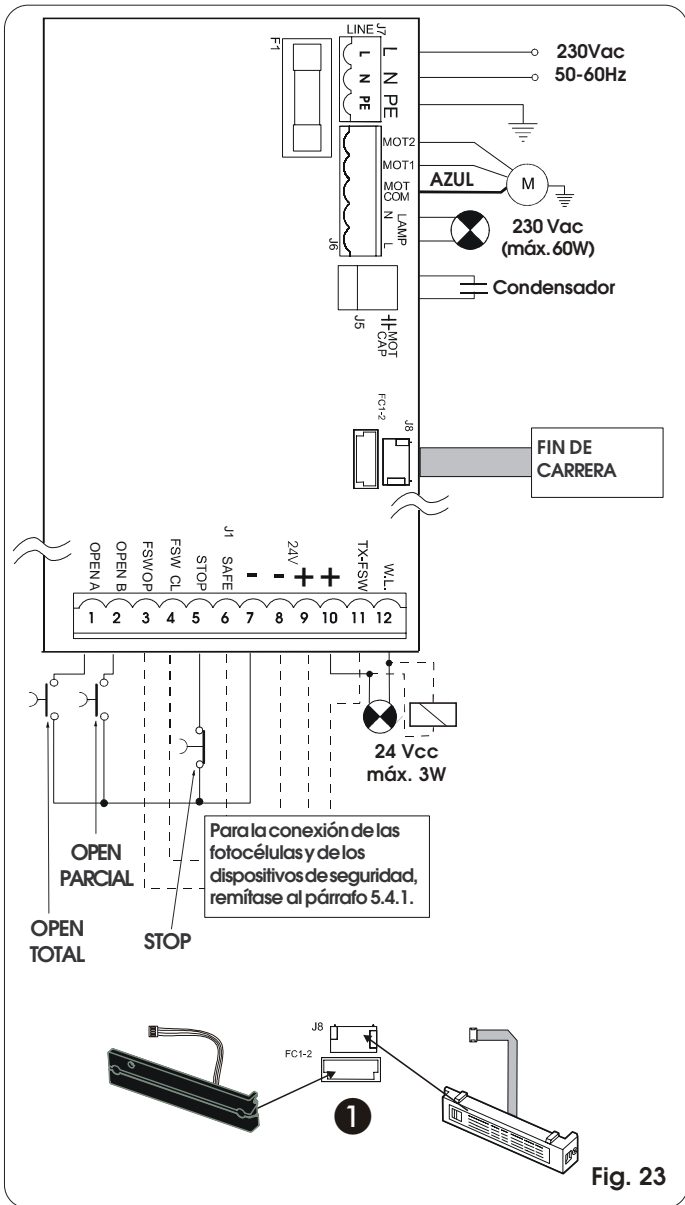

Fig. 23
5.4.2. Regleta de bornes J7 - Alimentación (fig. 23)
5.4.3. Regleta de bornes J6 - Motores y destellador (fig. 23)
5.4.4. Regleta de bornes J1 - Accesorios (fig. 23)
Conector de acoplamiento rápido para la conexión del fin de carrera. Permite conectar al equipo tanto el fin de carrera MLS como el inductivo (fig. 23 ref. 1).